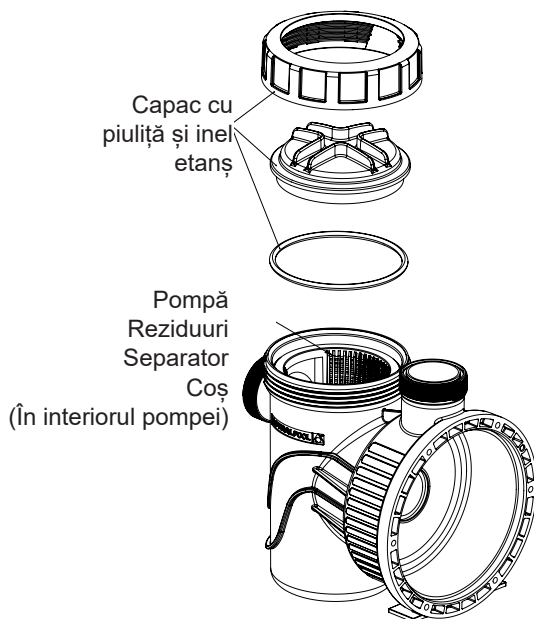

FIGURA 5 - IMAGINE MĂRITĂ A ANSAMBLULUI CAPACULUI
- Secțiunea de tensiune mică oferă două porturi de conducte NPT de 1/2" (filetate) (vezi Figura 5).